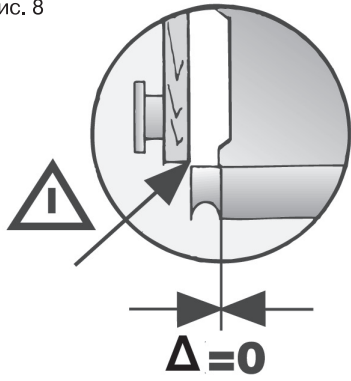

Рис. 8.1
- Положение планки с ручкой (рис. 8.1, размер Δ) за счет упора может быть смещено вперед.